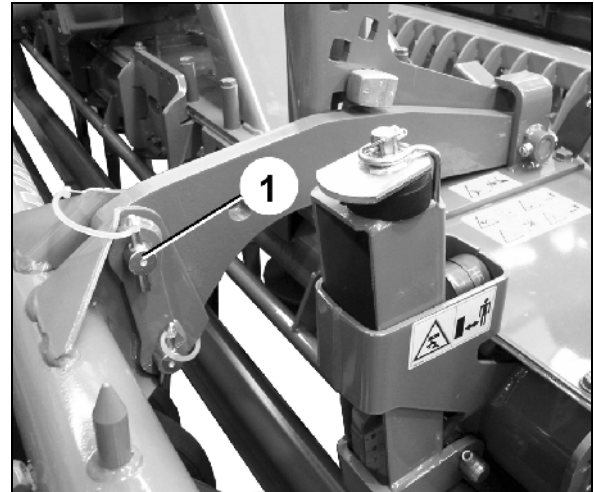

Bild 39
- Avlägsna den övre bulten (Bild 39/1) så snart kombinationen har försetts med en buren såmaskin och den burna såmaskinen blivit fästad i markbearbetningsmaskinen och välten.